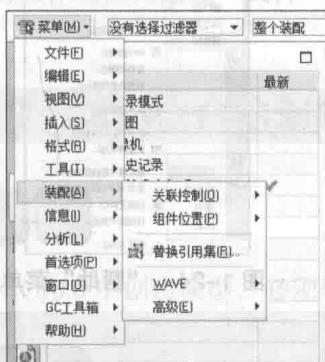

图1-18 “装配”菜单
- “装配”菜单：该菜单主要用于虚拟装配建模功能，包括关联控制和组件位置等功能，如图1-18所示。